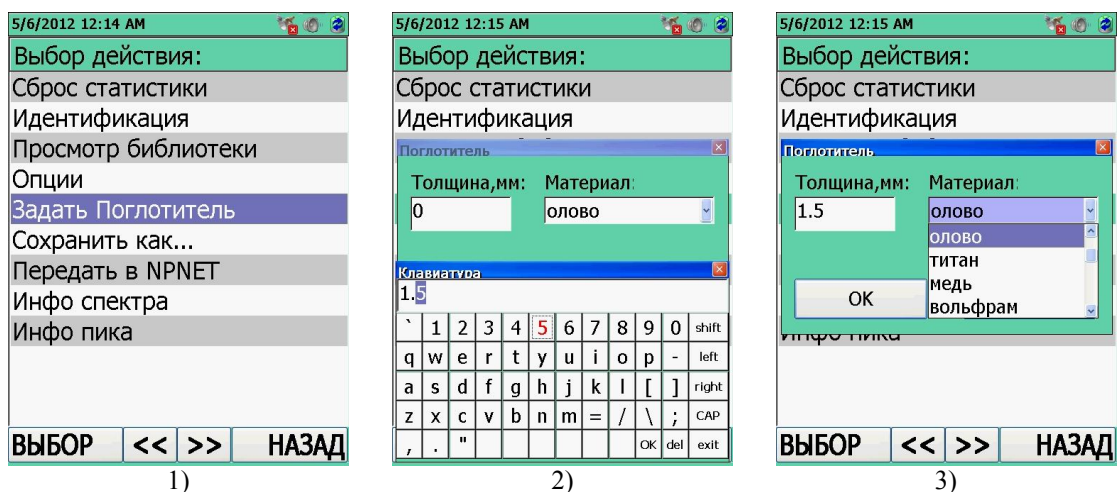

Рисунок 11.14
5) "Задать Поглотитель". Выбор требуемой опции осуществляется при помощи кнопок джойстика ВВЕРХ/ВНИЗ. Открыть/включить/выключить/подтвердить выбор опции необходимо нажатием центральной кнопки джойстика ВВОД . Для получения более достоверных результатов идентификации радионуклидного состава вещества следует ввести параметры защиты, рисунок 11.14.
- "Толщина, мм" – установка толщины материала в миллиметрах, рисунок 11.14 (2).
- "Материал" – установка материала, рисунок 11.14 (3);